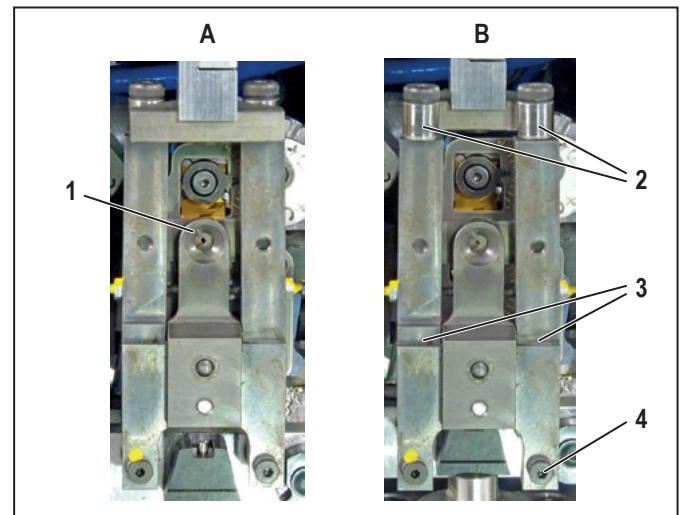

Figura 7.3 Unidade de fixação do fio entrancado na posição de operação (A) e puxada para a frente (B)
- Puxe a unidade de fixação do fio entrancado para a frente (Figura 7.3, B).
- Verifique se os rolos (2) conseguem movimentar-se livremente. Se for necessário, lubrifique os pontos de rotação dos rolos.
- Lubrifique os pontos de rotação (3) da unidade de fixação do fio entrancado.
- Certifique-se de que a unidade de fixação do fio entrançado se encontra na posição frontal (Figura 7.3, B).
- Retire o parafuso inferior direito da unidade de fixação do fio entrançado (Figura 7.3, 4).